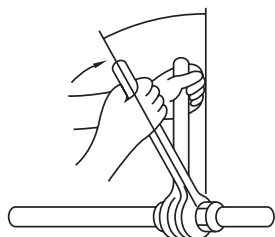

Fig. 5-8
- Nanesite tanki sloj rashladnog ulja na površinu dosjeda cijevi. (Fig. 5-8)